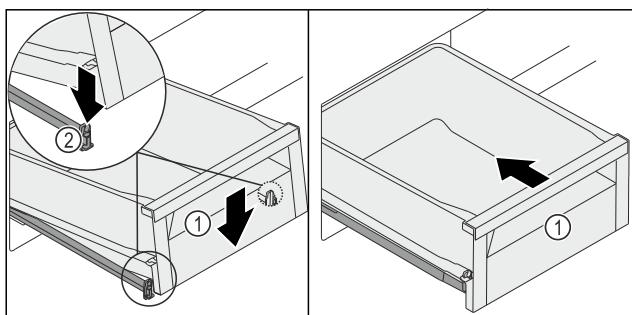

Fig. 136
- Опустіть висувний ящик Fig. 136 (1) спереду так, щоб він увійшов у затискач Fig. 136 (2) ліворуч і праворуч.
- Висувний ящик Fig. 136 (1) чутно зафіксується з характерним звуком.
- Всуньте висувний ящик Fig. 136 (1).